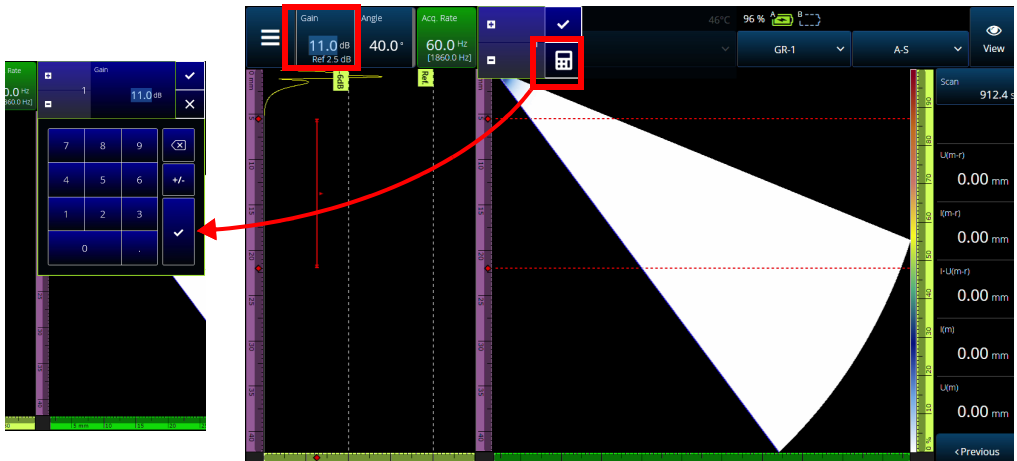

Abbildung 2-10 Parametereinstellung mit Auf- oder Abpfeiltasten oder mit der Tastatur
1. Tippen Sie auf den Parameter (Abbildung 2-10 auf Seite 26).